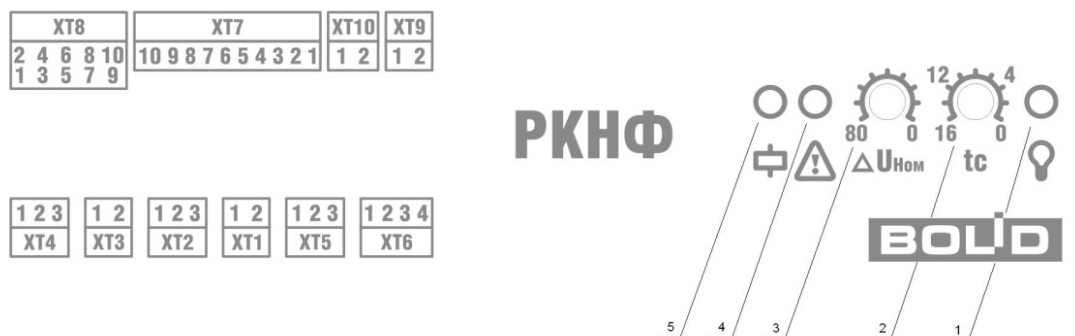

Рисунок 24. Лицевая панель РКНФ
- Максимально допустимое отклонение напряжения выставляется потенциометром 2 (см. рис. 24). $\Delta U_{\text{ном}}$ определяет одновременно верхний и нижний пороги срабатывания. Таким образом, входное напряжение будет считаться допустимым в диапазоне от $(220 - \Delta U_{\text{ном}})$ В до $(220 + \Delta U_{\text{ном}})$ В. $\Delta U_{\text{ном}}$ может принимать значения от 0 В (крайнее левое положение потенциометра) до 80 В (крайнее правое положение потенциометра).
- Время интегрирования неисправности (время задержки срабатывания) выставляется регулятором 3 (см. рис. 24). t_c определяет время накопления неисправности (восстановления) и может принимать значения от 0 с (крайнее левое положение потенциометра) до 16 с (крайнее правое положение потенциометра).